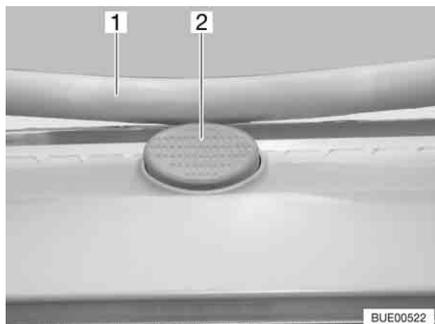

Fig. 68 Botón de seguridad en la claraboya Heki
- Pulsar el botón de seguridad (Fig. 68,2) y tirar la horquilla (Fig. 68,1) hacia abajo con ambas manos.
- Presionar el estribo hacia arriba con ambas manos hasta que la horquilla se encuentre encima del botón de seguridad (Fig. 68,2).